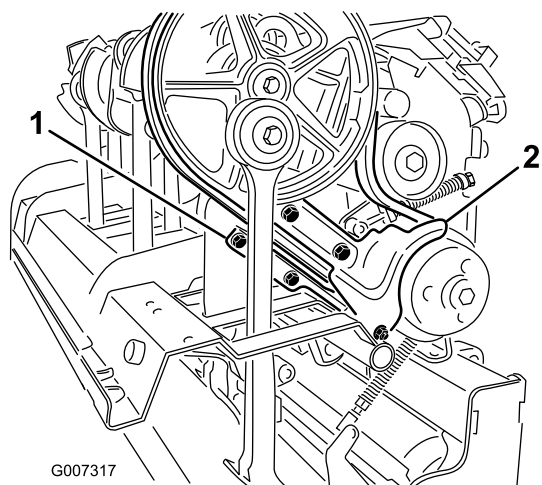

図 32
3. ゴミよけシールドとベルト・シールドを固定している金具類を取り外し (図 32)、ゴミよけシールドとベルト・シールドを外す。